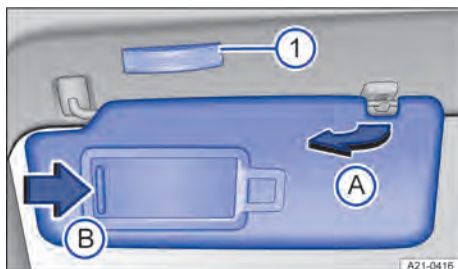

Abb. 101 Im Dachhimmel vorn: Sonnenblende.
2. Aus der Halterung herausziehen und zu der Tür schwenken → Abb. 101 A.
1. Abdeckung in Pfeilrichtung aufschieben → Abb. 101 B.
Die Leuchte → Abb. 101 ① verlischt, wenn die Abdeckung vor dem Make-up-Spiegel zurückgeschoben oder die Sonnenblende nach oben geklappt wird.